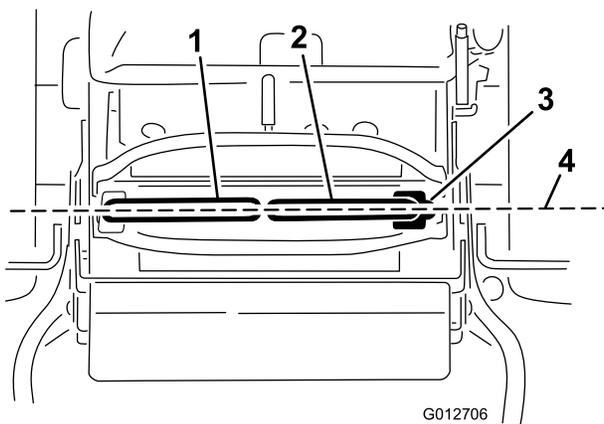

図 72
重要 Eコントロール・レバーの調整が終わったあとは、試運転を行なって走行状態を確認してください。コントロール・レバーの前後整列調整も、同じ手順で行ないます (図 72)。
1. 水平調整が終わったら、両方のコントロール・レバーを前方に少し押して各リンクの遊びをなくし、その状態で両レバーが前後に揃っているかどうかを点検する (図 72)。